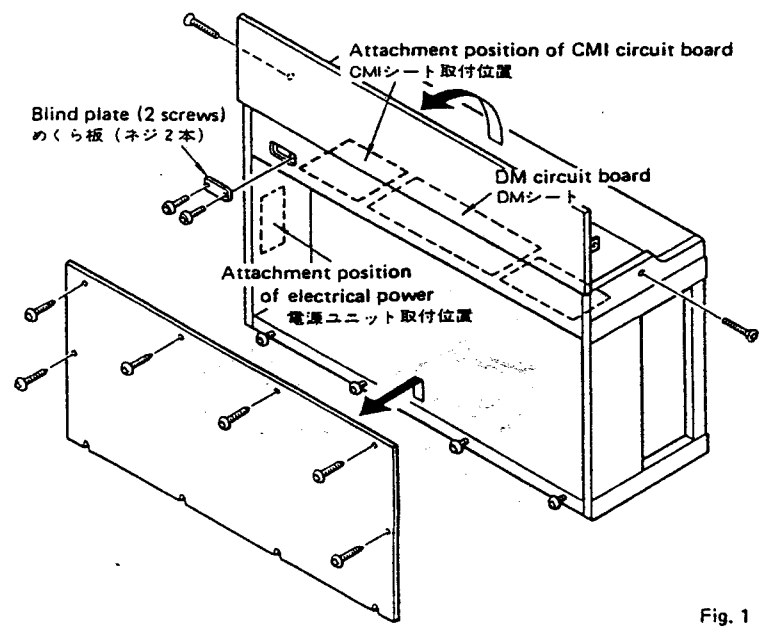

Fig. 1
- ① As shown in Fig. 1, remove the back board (10 screws) and open the top board.
- ② As shown in Fig. 1, remove the blind plate (2 screws) which is attached to the back frame.
*The 2 screws removed, will be used to secure the connector chassis in step ⑤.
- ①図1のように裏蓋(ネジ10本)をはずします。また、天屋根も開きます。
- ②図1のように背面框に取り付けられているめくら板(ネジ2本)をはずします。
*はずしたネジ2本は、手順⑤でコネクタシャーシの固定に使用します。